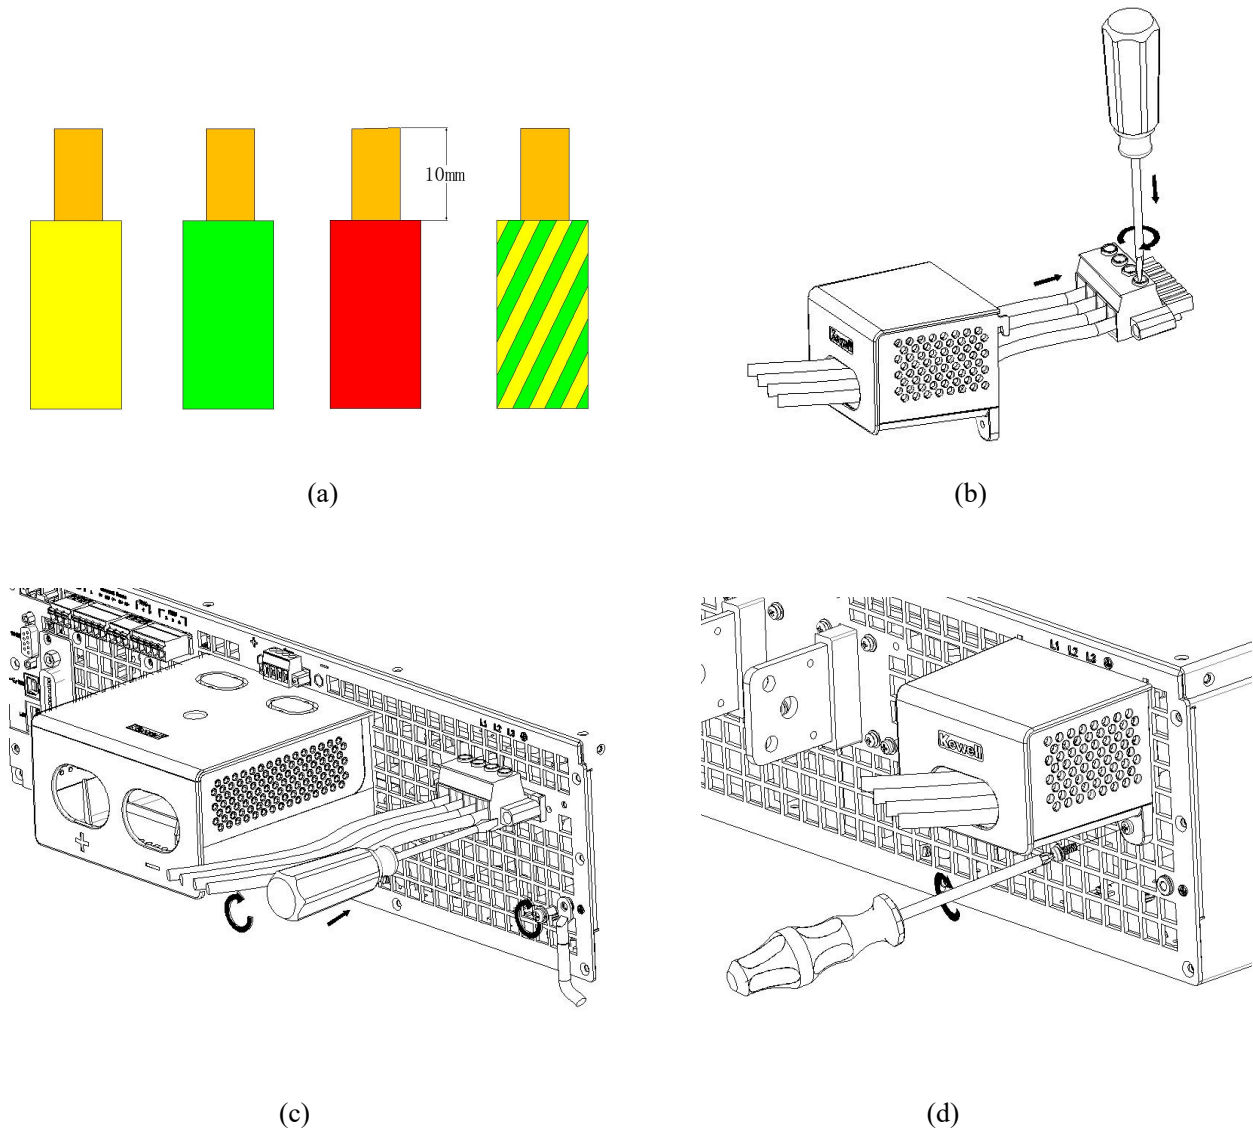

图 2-3 交流输入接线示意图
- (1) 电源输入端子位于后背板的右侧；
- (2) 电源线必须至少满足额定 105°C 的温度要求；
- (3) 电源线缆的选型应满足载流量的要求；
- (4) 电源线的连接方式见图 2-3：